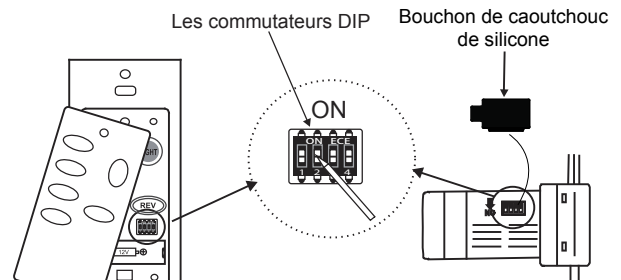

Fig. 13
**REMARQUE :** Les fréquences de votre récepteur et de l'émetteur mural ont été pré-réglées en usine. Avant d'installer le récepteur, retirez le bouchon de caoutchouc de silicone du récepteur et assurez-vous que les commutateurs dip sur le récepteur et l'émetteur mural sont réglés sur la même fréquence. Enfin, insérer le bouchon en caoutchouc de silicone dans le trou du récepteur pour couvrir les interrupteurs dip. (Fig. 13)